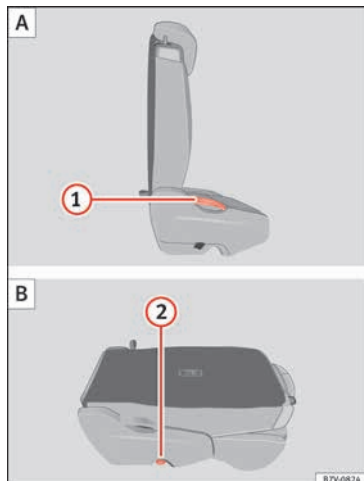

Fig. 163 Segunda fila de asientos: pliegue el asiento trasero A, asiento trasero como superficie de carga B.
- Retire los objetos de la zona reposapiés situada delante y detrás del asiento trasero » ①.
- Tire de la palanca » fig. 163 ① hacia arriba y pliegue el respaldo hacia delante. La banqueta completa se pliega hacia delante » ①.
- Baje el respaldo plegado hacia delante hasta que esté encastrado en la posición de la superficie de carga » fig. 163 B.
- Tire de la palanca » » » fig. 163 ❶ hacia arriba y coloque el respaldo en vertical. El asiento completo se pliega hacia atrás.